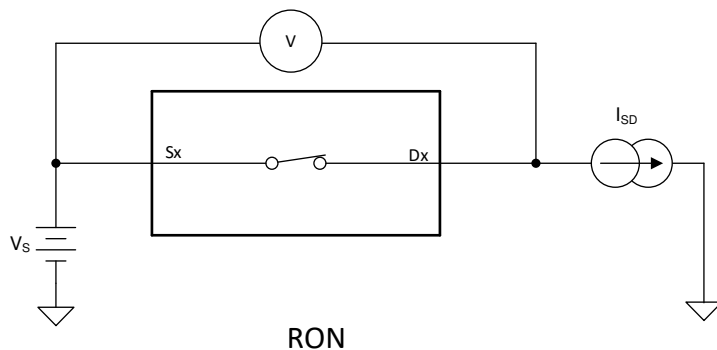

图 6-1. 导通电阻
器件的导通电阻是器件源极 (Sx) 和漏极 (D) 引脚之间的欧姆电阻。导通电阻随输入电压和电源电压的变化而变化。符号  $R_{ON}$  用于表示导通电阻。图 6-1 展示了用于测量  $R_{ON}$  的测量设置。电压 (V) 和电流 ( $I_{SD}$ ) 可通过以下设置进行测量，而  $R_{ON}$  可根据  $R_{ON} = V/I_{SD}$  来计算：